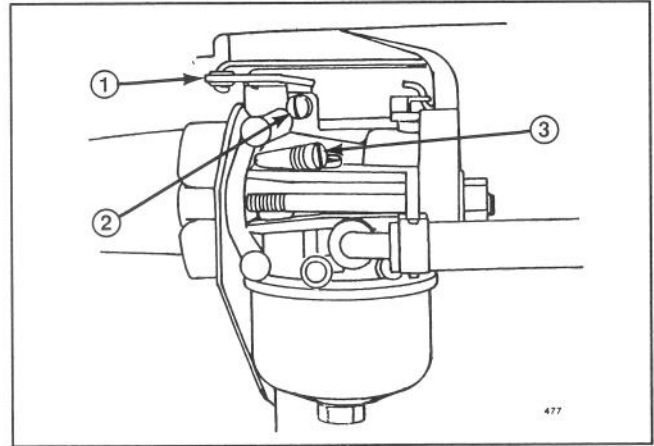

Abbildung 14
- B. Die Drosselkabelklemme (Abb. 14) lösen und das Bowdenkabeläußere und den Draht soweit bewegen, bis der Drosselhebel die Chokeverbindung berührt.
1. Das Leerlaufmischventil langsam soweit im Uhrzeigersinn drehen, bis es sich schließt (Abb. 14). Ein zu weites Eindrehen des Ventils kann zu Schäden führen.
4. Den Gashebel (Abb. 14) im Gegenuhrzeigersinn drehen und gegen die Leerlaufdrehzahl-Einstellschraube halten (Abb. 14), während die Leerlaufdrehzahl-Einstellschraube bis zum Erreichen von 1750 U/min. gedreht wird.